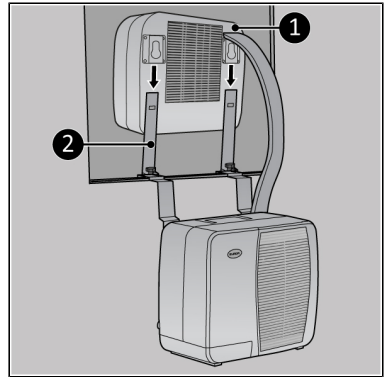

Figure 58.
2. Faites glisser l'unité intérieure sur les supports supérieurs pour caravane (Figure 58, pos. 2).